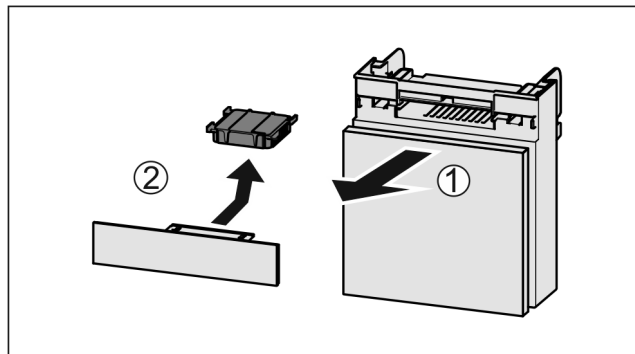

Fig. 187
- Tërhiqni kutinë nga përpara Fig. 187 (1).
- Hiqni filtrin me karbon aktiv Fig. 187 (2).